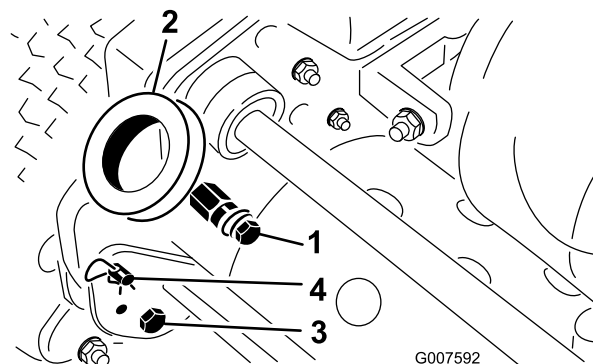

Figura 3
1. Retire os parafusos e porcas de bloqueio da parte inferior dos braços do manípulo de cada lado do cortador (Figura 3).
2. Retire os pinos de segurança e ganchos de anel que prendem os braços do manípulo para a parte posterior do chassis (Figura 3).
3. Insira as extremidades do manípulo através dos orifícios nos braços do manípulo e alinhe os furos com os pinos de montagem (Figura 3).
- Retire o pino de segurança do gancho de anel em cada lado do cortador (Figura 3).
- Enquanto segurar no manípulo, retire o gancho de anel de cada lado e suba ou desça o manípulo até o colocar na posição desejada para a sua utilização (Figura 3).